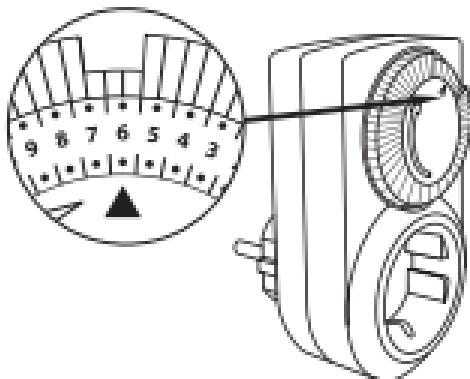

Рисунок 3. Выберите нужную программу
5.4. Вдавите необходимое количество секторов, соответственно цифровому обозначению времени, указанному на корпусе. Оборудование, подключенное к таймеру, будет включаться в промежутки времени, отмеченные вдавленными секторами (Рисунок 3).